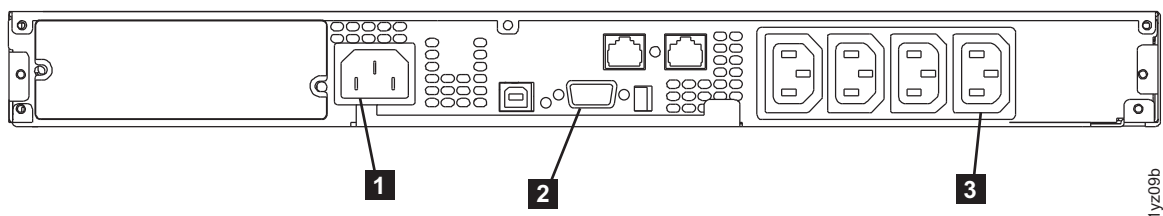

Figura 337. 2145 UPS-1U (vista posterior)
2. Na traseira do 2145 UPS-1U, remova o retentor de cabos de energia antes de desconectar o cabo de energia do SAN Volume Controller no receptáculo do segmento de carregamento 2 (**3** na Figura 337 na página 424).
3. Desconecte o cabo de sinal da porta de comunicação (**2** na Figura 337 na página 424).
4. Desconecte o cabo de energia principal da fonte de alimentação principal (**1** na Figura 337 na página 424).